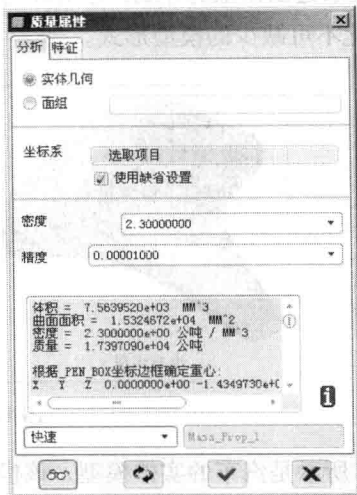

图 1-8 物理属性参数
(2) 在【质量属性】对话框中，单击底部的  按钮，分析模型的物理属性。结果如图 1-8 所示，可以获得模型的体积、质量和表面积等物理属性参数。